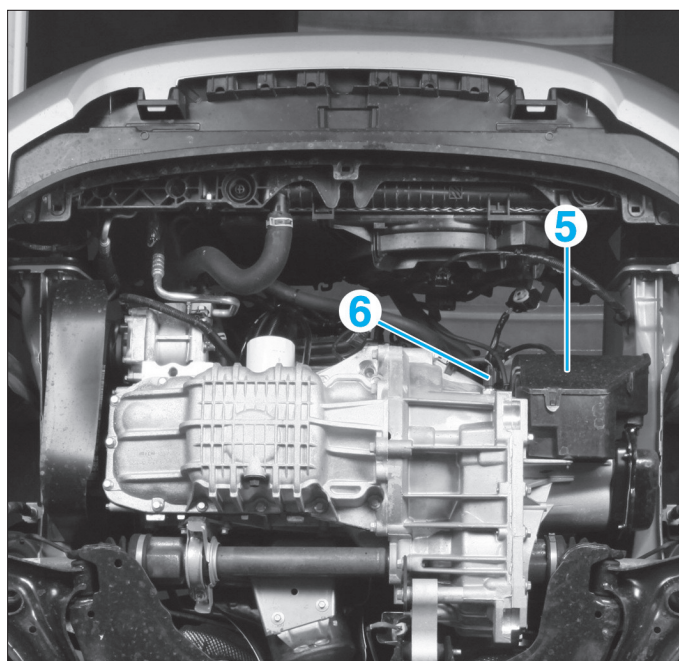
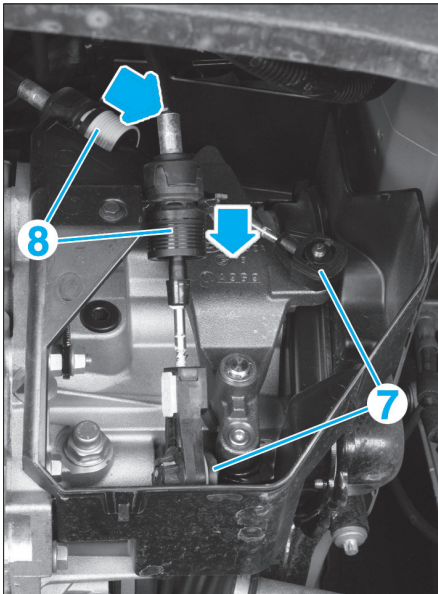

Fig. 4
Fig. 5
- Dégrafer la protection (5) (Fig.4).
- Débrancher le connecteur du contacteur de feux de recul (6).
- Désaccoupler les câbles de commande de la boîte de vitesses et des arrêts de gaine. Pour cela (Fig.5) :
- dégrafer l'extrémité des câbles (7),
- pousser les bagues (8) dans le sens des flèches.